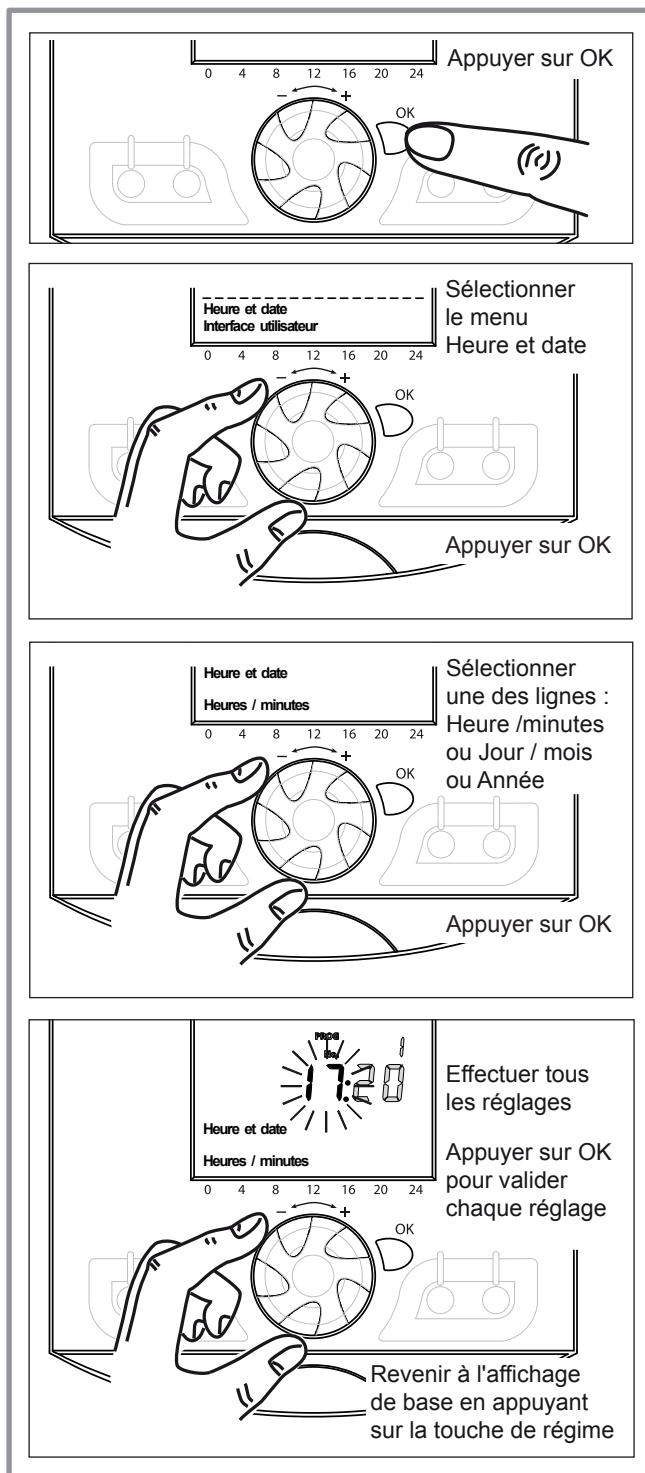

figure 63 - Réglage de l'heure et de la date
- Régler l'heure et la date en cours (figure 63).